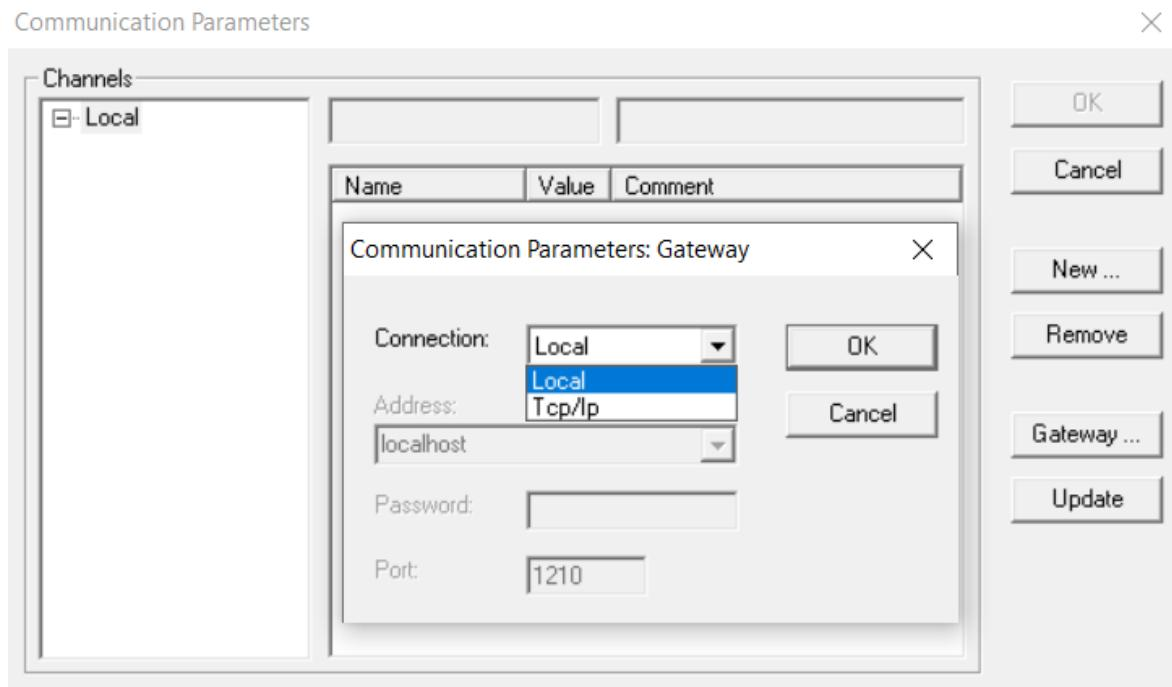

Рис. 17. Окно настройки соединения – часть 1
3. После успешного создания программного компонента можно приступить к настройке линии связи канала передачи информации. Для настройки связи в рамках данной работы будет использоваться интерфейс USB. Перед настройкой подключения по USB необходимо скачать драйвер с сайта производителя (ссылка на драйвер). После подключения ПЛК к свободному USB-порту на компьютере необходимо подать питание на ПЛК с помощью включения автоматического выключателя QF1 и переключателя «ПЛК» на лицевой панели лабораторного стенда. После подключения необходимо зайти на компьютере в «Диспетчер устройств» и открыть вкладку «Порты (COM и LPT)». Номер появившегося COM-порта после подключения к ПЛК необходимо запомнить. Дальше необходимо в меню нажать на вкладку «Онлайн» и выбрать пункт «Параметры связи». В открывшемся окне необходимо в разделе «Gateway» выбрать из выпадающего списка тип соединения «Local» и нажать OK (рис. 17)